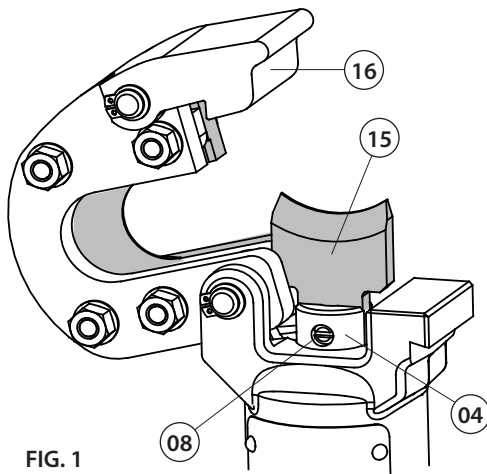

FIG. 1
4. CAMBIO DELLE LAME (Rif. a Fig. 1 e 2)